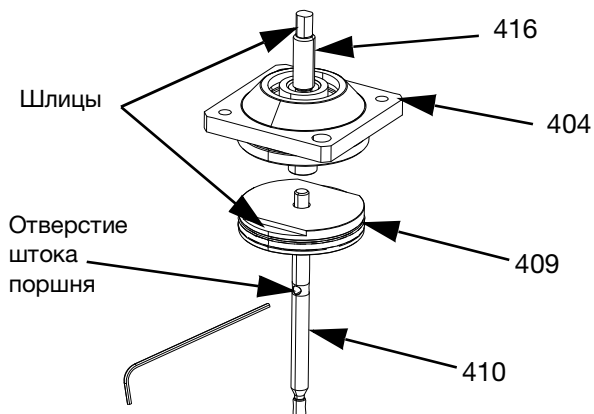

Рис. 18
4. Удалите весь материал изнутри пневмосекции (B) при помощи чистой ткани. Убедитесь в отсутствии повреждений, например царапин.
5. При использовании клапанов с обратным движением материала (Рис. 18):
- а. Снимите шток поршня в сборе (409 и 410) с переходника штока (416) и крышки пневмоцилиндра (404). Вставьте шестигранный ключ в паз на штоке поршня (410) через отверстие и отвинтите переходник штока (416).
- б. Разместите ключ на шлицах поршня (409), вставьте шестигранный ключ в паз на штоке поршня (410).
- с. Отвинтите поршень (409) от штока поршня (410).